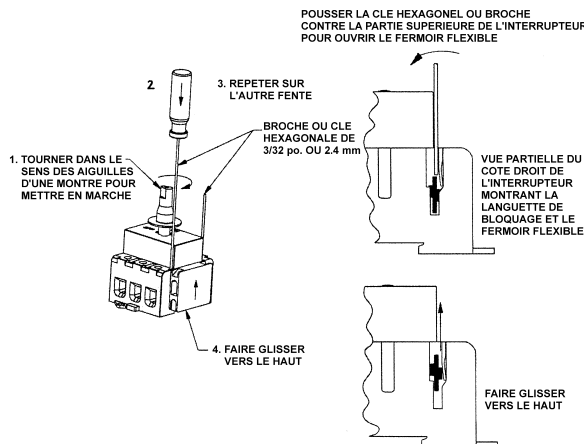

FIGURE 3
D. Enlever le Contact Auxiliaire. (VOIR FIGURE 3)